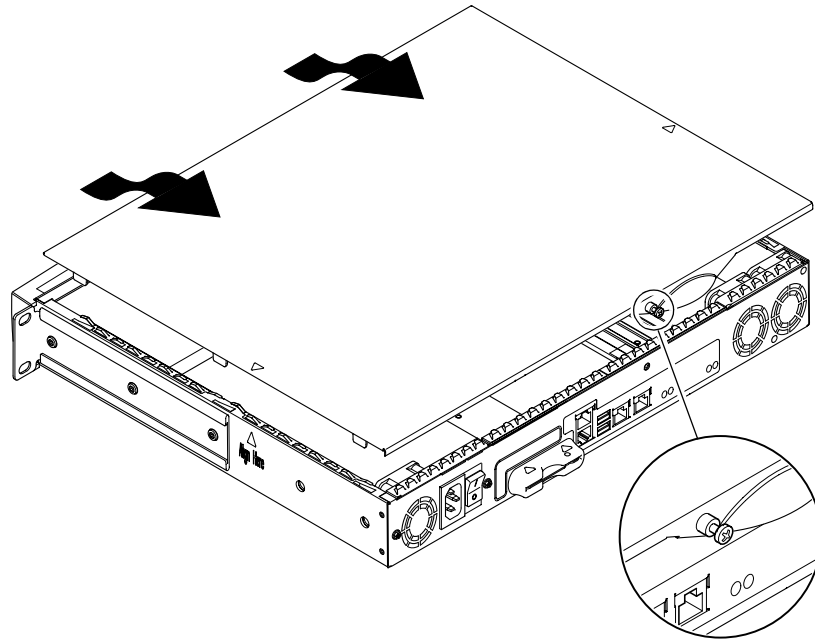

ABBILDUNG 8-3 Entfernen der oberen Abdeckung
2. Lösen Sie die Sperrschraube von der Rückseite der Einheit (siehe ABBILDUNG 8-3).